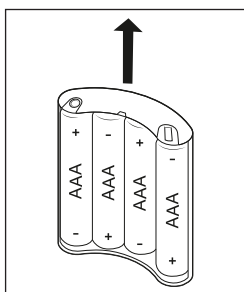

Fig. 3
6. Vuelva a colocar el soporte para las pilas 15 en el compartimento para pilas 14. Para ello, asegúrese de introducir el soporte para las pilas 15 con los contactos por delante en el compartimento para pilas 14 (consulte las figs. 3 y 4).